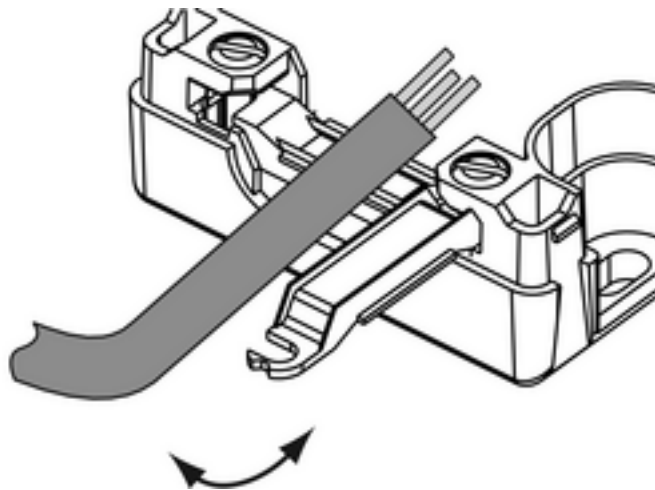

Bild 2: Zugentlastung
- Zugentlastung sicherstellen (Bild 2).